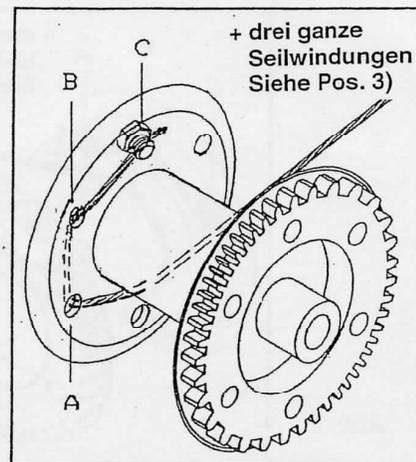

Abb. 2
5.3b Concerne : LHW-C-2600 : Sortie de câble vers le bas, voir fig. 2.